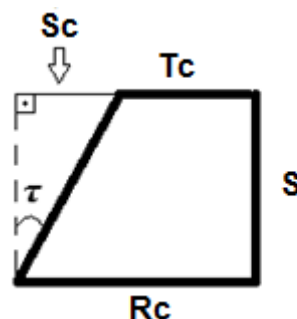

Figura 3. Dimensões de uma empena
- “Rc”, “Tc”, “S” e “Sc” referem-se às dimensões da empena e estão representados pela Figura 3.